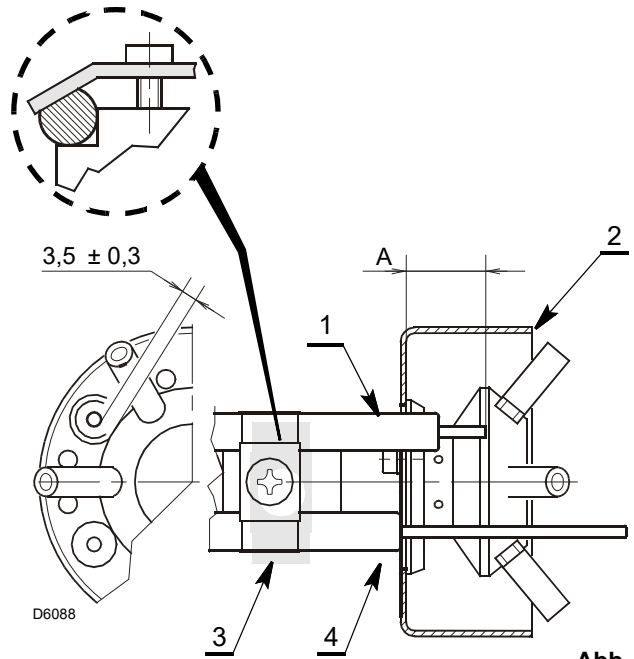

Abb. 14
- Sicherstellen, dass das Plättchen 3)(Abb. 14) stets im abgeflachten Teil der Elektrode 1) eingefügt ist.